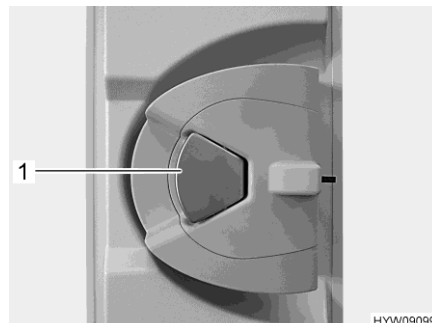

Fig. 42 Serrure de la porte (porte cellule à l'intérieur)
- Quand la serrure de la porte est verrouillée : Tirer une fois sur la poignée de la porte (Fig. 42,1). La porte est déverrouillée.
- Tirer sur la poignée de la porte (Fig. 42,1). La porte est ouverte.
- Appuyer sur la poignée de la porte (Fig. 42,1).